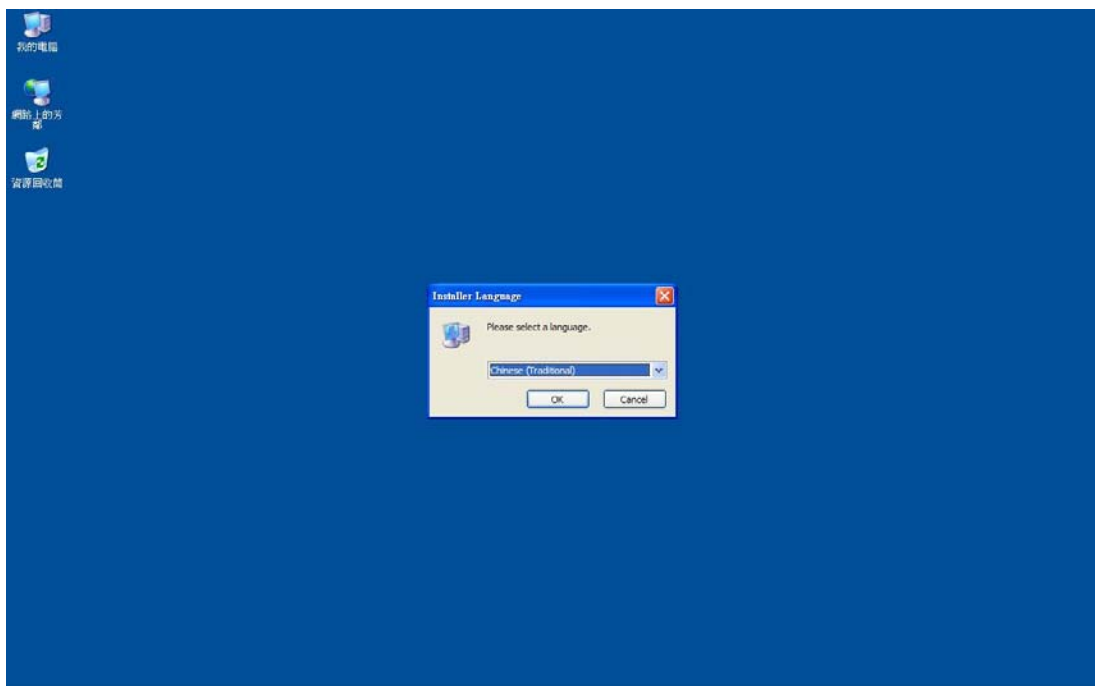

图 3-1-2 选择语言
2. 在 Windows 视窗下，点击安装程序执行文件（Screen Editor 2.00.XX.exe）后，程序便会开始进行安装程序，此时屏幕中间会显示语言选择信息对话框，用户可自行选择安装繁体中文、简体中文、英文三种不同语言的软件操作界面（图 3-1-2）。